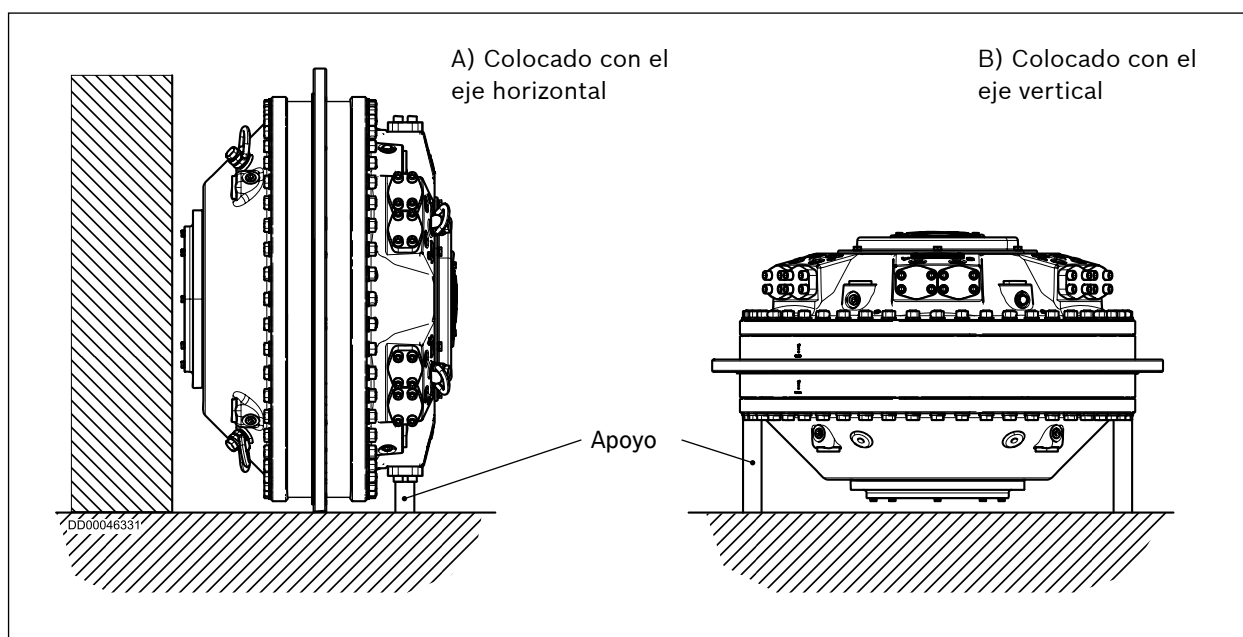

Fig. 14: Hägglunds CBM colocado sobre una superficie lisa
- También es aconsejable facilitar apoyos en la superficie de instalación del motor, ver Fig. 14: Hägglunds CBM colocado sobre una superficie lisa alt. B) Colocado con el eje vertical .
Cuando el motor se coloca sobre una superficie lisa, como un suelo, debe estar sobre su diámetro exterior o bien sobre el lateral extremo convenientemente protegido del eje hueco. También es aconsejable facilitar los apoyos que se muestran en Fig. 14: Hägglunds CBM colocado sobre una superficie lisa.
Coloque el motor tal y como se muestra en Fig. 14: Hägglunds CBM colocado sobre una superficie lisa, alt. A) Colocado con el eje horizontal.
Coloque el motor tal y como se muestra en Fig. 14: Hägglunds CBM colocado sobre una superficie lisa, alt. A) Colocado con el eje horizontal. o B) Colocado con el eje vertical.